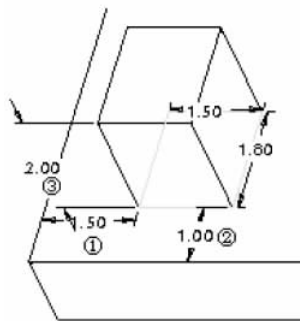
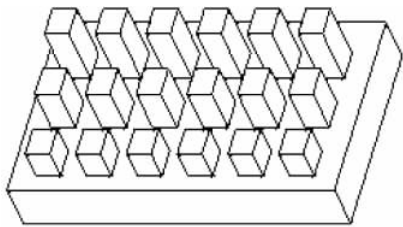

图 3.17 选取特征尺寸
图 3.18 完成阵列
- ① 选取矩形台特征,然后在工具栏中单击按钮 ,系统将显示控制选定特征的尺寸。
- ② 在第一方向选取尺寸①,它控制着伸出项到零件左边的距离,如图 3.17 所示。
- ③ 打开图形窗口中的组合框,输入 3.1 作为尺寸增量。
- ④ 第一方向指定阵列成员数,在对话框的文本框中输入 6。
- ⑤ 单击第二方向上用于阵列的尺寸收集器。选取尺寸②,它控制着伸出项与零件前边间的距离。输入 3.5 作为尺寸增量。
- ⑥ 按住 Ctrl 键选取尺寸③,它控制着伸出项的高度。输入 1 作为尺寸增量。
- ⑦ 在第二方向上指定阵列成员数,在对话框的文本框中输入 3。
- ⑧ 在对话框中单击按钮  完成阵列,如图 3.18 所示。